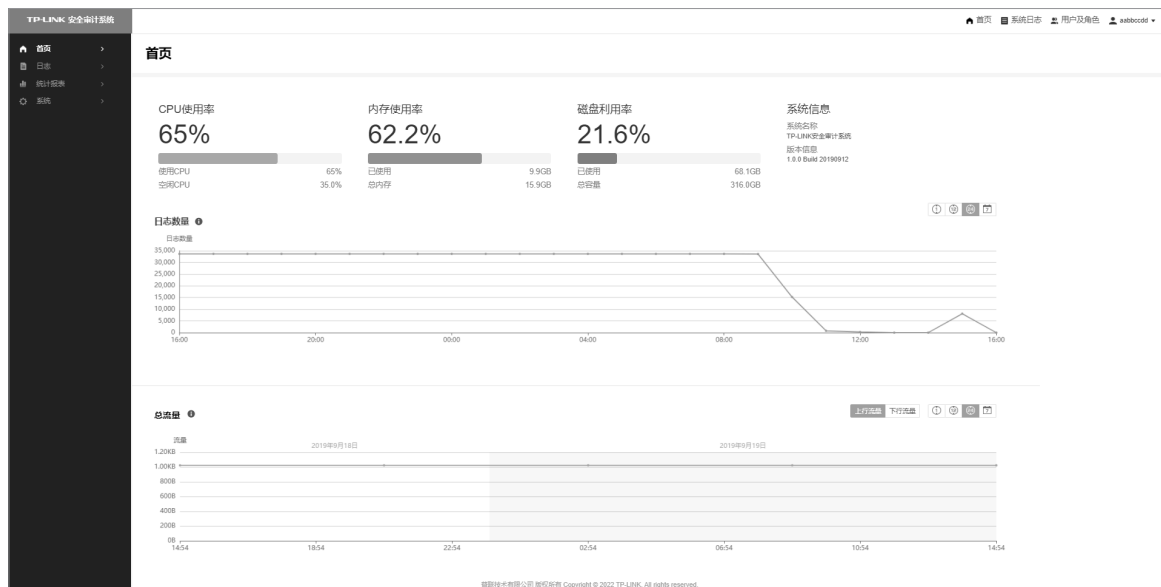

图4-3 管理界面首页示意图
1. 经过上述步骤即可成功登录安全审计一体机管理界面首页，如图4-3所示，可查看设备的基本系统信息、日志数量、总流量的相关信息，点击主页左侧的主菜单栏即可查看相应日志记录、行为分析、统计报表、本机配置等。